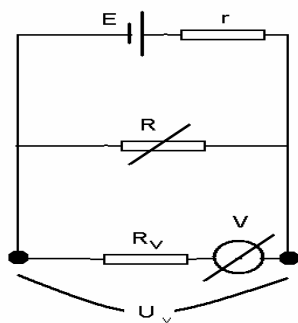

Figura 1
- b) Rezultatele măsurărilor în monajul din figura 1